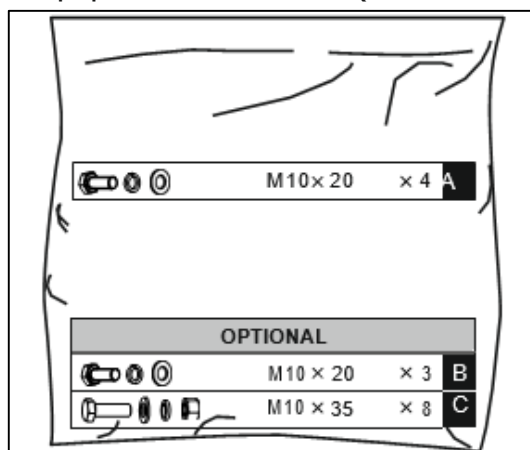

Рис.2
3. Пакет с крепежными элементами, содержащий (Рис.2):